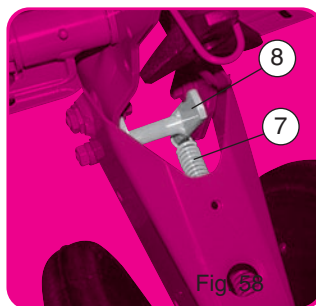
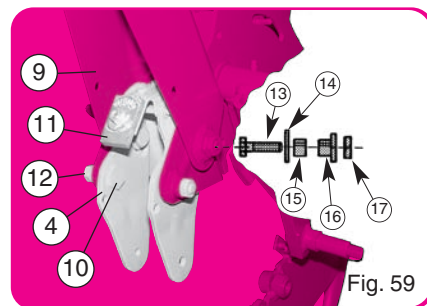
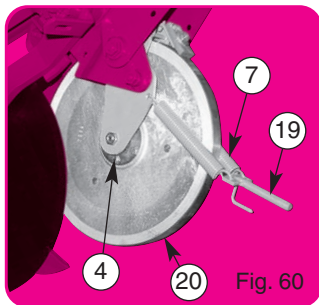
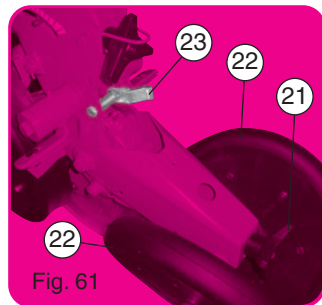

Fig. 58
Fig. 59
Fig. 60
Fig. 61
- Démontez le bloc arrière, désolidariser les ressorts ⑦ et supprimer l'entretoise en H ⑧ (fig. 58).
- Présenter le cadre ④ sans la roue plombuse, mettre en place les vis épaulées ⑩ et les écrous ⑫ (fig. 59).
- Mettre en place les vis de fixation ⑬ du bloc arrière ⑨ avec les entretoises de débattement ⑮, les rondelles ⑭, les écrous spéciaux ⑯ et les contre-écrous ⑰.
- Récupérer les 2 ressorts ⑦, les monter sur le cadre ④ (fig. 60). Respecter l'orientation de l'embout de réglage ⑱.
- Mise en place de la roue ②.
- Mise en place de la poignée ②① (fig. 61).
- Remonter les roues arrière tasseuses ②②.
- Mise en place du taquet ②③ avec son ressort et la vis plus l'écrou.
- Position de fonctionnement (fig. 61).
- Remove the rear unit, separate the springs ⑦ and remove the H spacer ⑧ (fig. 58).
- Position the frame ④ without the press wheel, and put the turned screws in place ⑩ and the nuts ⑫ (fig. 59).
- Position the fixing screws ⑬ of the rear unit ⑨ with the clearance spacers ⑮ the washers ⑭ the special nuts ⑯ and the counternuts ⑰.
- Take the 2 springs ⑦, and assemble them on the frame ④ (fig. 60). Respect the orientation of the adjusting end part ⑱.
- Position the wheel ②.
- Position the adjusting handle ②① (fig. 61).
- Reassemble the rear press wheels ②②.
- Position the latch ②③ with its spring and the screw and nut.
- Operation position (fig. 61).
- Demontieren Sie die hintere Andruckrolle und entfernen Sie die Feder ⑦ gleichzeitig mit der Distanzhülse ⑧ - Fig. 58.
- Den Rahmen ④ ohne Andruckrolle in Position ⑩ mit Schraube und Mutter ⑫ anschrauben. Weiter Schraube ⑬ in die Halterung der hinteren Andruckrolle ⑨ mit Abstandshülse ⑮ Unterlegscheibe ⑭ und Spezialmutter ⑯ und Kontermutter ⑰ einsetzen.
- Die zwei Federn ⑦ in den Rahmen ④ - Fig. 60 - einsetzen. Achten Sie auf die richtige Anbringung des verstellbaren Endteils ⑱.
- Andruckrolle ② einsetzen.
- Verstellerschraube ②① für Fig. 61 anbringen
- Den Arretierungshebel ②③ mit Feder anschrauben
- Führen Sie die Pos. Fig. 61 aus